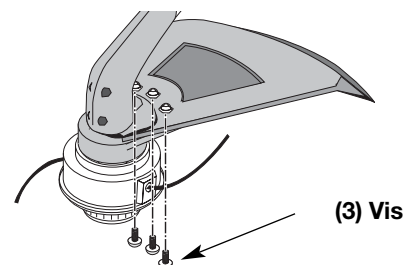

Fig. 5
3. Introduisez une vis dans le trou du bas du protecteur d'accessoire de coupe. Vissez-la dans l'écrou posé à l'étape 2 (Fig. 5). Évitez de serrer.